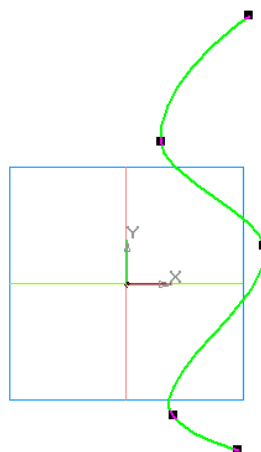

Рис. 2.28. Эскиз кривой Безье с 5 характерными точками.
4.2. Создайте кривую Безье с 5 характерными точками примерно так, как показано на рис. 2.28.